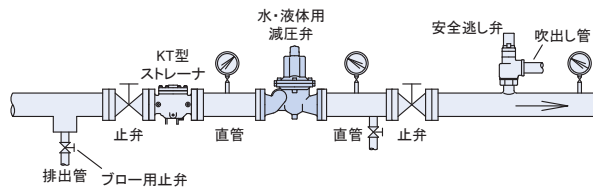

図2. バイパス配管なし
- 注1. 端接続がねじ込形でバイパス配管なしの場合は、図2. を参考としてください。
また、バイパス配管を設置しない場合は、減圧弁の一次側止弁手前に主管から分岐したブロー用止弁を設置し、フラッシングができるようにしてください。（図2. 参照）